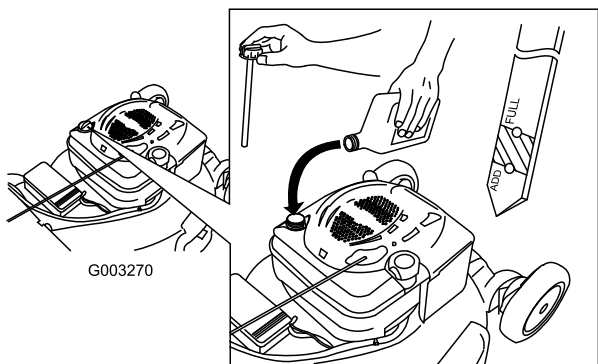

Figura 46
4. Vierta **lentamente** aceite en el tubo de llenado hasta que el nivel llegue a la marca Full de la varilla (Figura 46). **No llene demasiado.** (Capacidad máxima: 0,59 l, tipo: SAE 30, aceite detergente con clasificación de servicio API SF, SG, SH, SJ, SL o superior.)